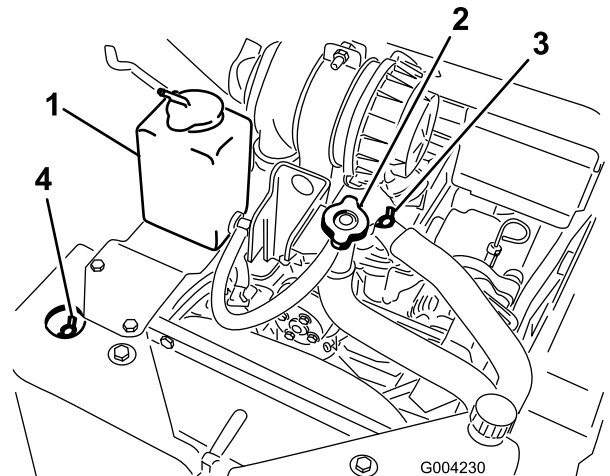

Figura 21
- B. Abra las válvulas de purga de refrigerante delantera y superior (Figura 21).
- C. Vierta refrigerante por el cuello de llenado de refrigerante hasta que el refrigerante empieza a salir de la válvula de purga de refrigerante delantera (Figura 21).
- D. Cierre la válvula de purga de refrigerante delantera (Figura 21).
- E. Vierta refrigerante por el cuello de llenado de refrigerante hasta que el refrigerante empieza a salir de la válvula de purga de refrigerante superior (Figura 21).
- F. Cierre la válvula de purga de refrigerante superior (Figura 21).
- G. Vierta refrigerante en el cuello de llenado de refrigerante hasta que el nivel de refrigerante llegue al cuello de llenado (Figura 21).
- H. Coloque el tapón de llenado de refrigerante (Figura 21).
- I. Añada refrigerante al depósito de expansión hasta que llegue a la línea Lleno del lateral del depósito (Figura 21).